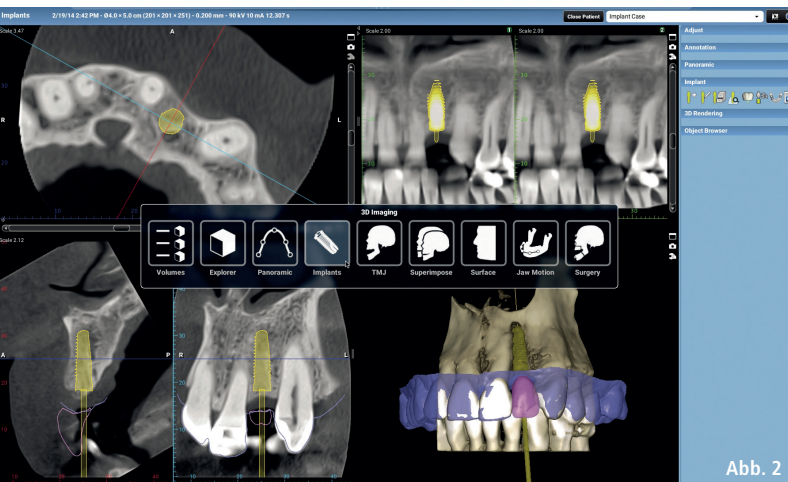
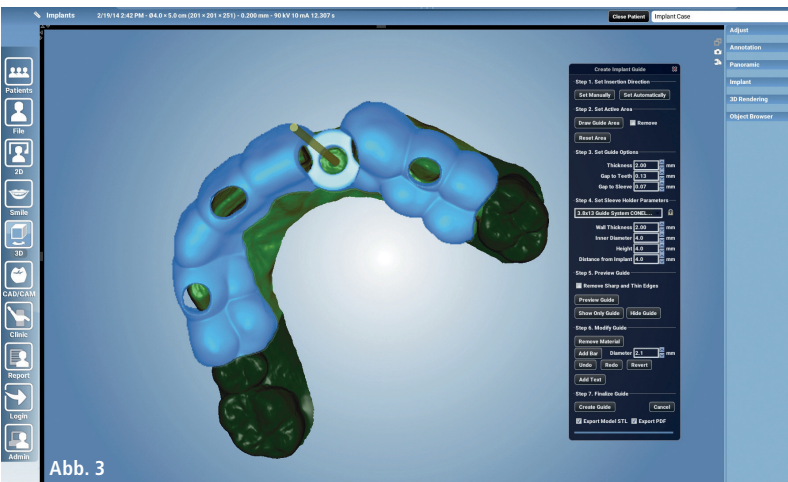

Abb. 2
Abb. 3
**Abb. 2:** Virtuell passt der Zahnarzt die Position des Implantats ganz unkompliziert im Planmeca Romexis 3D Implantat-Planungsmodul an. – **Abb. 3:** Mithelos erfolgt mit dem Planmeca Romexis Implant Guide die Erstellung einer virtuellen Bohrschablone für den 3D-Druck.